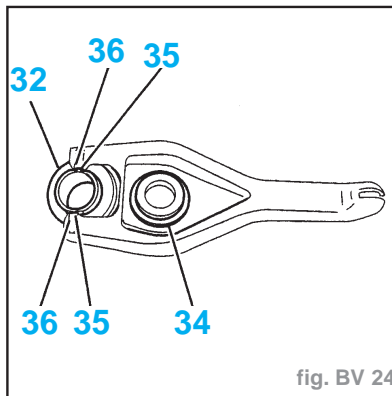

fig. BV 24
- Contrôler l'état du coussinet rotule (34) (fig. BV. 24).